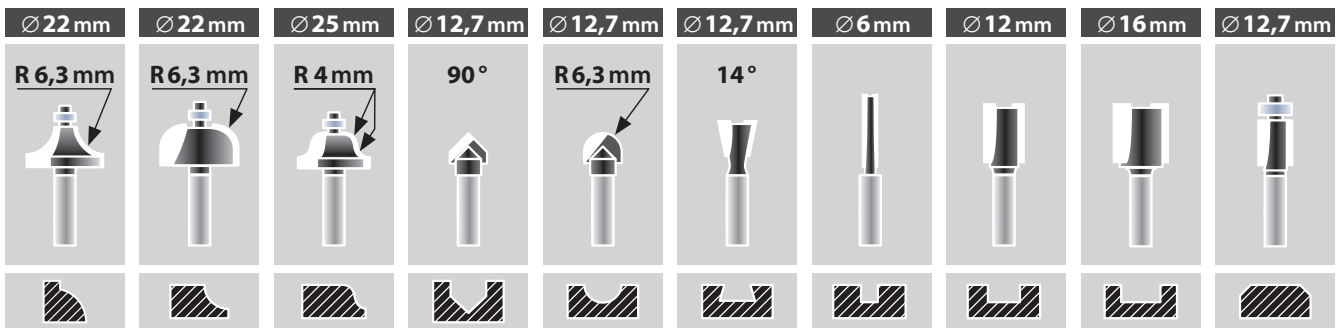

Abb.6, Fräser im Set Extol® Premium 44041
- Der Durchmesser des angewendeten Werkzeugs muss entsprechend der auszuführenden Tätigkeit gewählt werden, siehe Kapitel „Technische Angaben“. Für Ausschnitt-/ Durchschneidearbeiten im stärkeren Werkstoff muss ein Fräser mit Durchmesser bis 6 mm gewählt werden, damit der Motor nicht überlastet wird. Zum Schneiden von Nuten bis zu einer bestimmten Tiefe im Material muss der Werkzeugdurchmesser max. 8 mm betragen, siehe Kapitel „Technische Angaben“. Bei den Nutenherstellung/-schneiden bestimmten Fräsern müssen die Abschnitte auch im unteren Bereich des Fräsers herausragen. Eine Übersicht befindet sich auf der Abb. 6, wo gefräste Profile dargestellt sind.